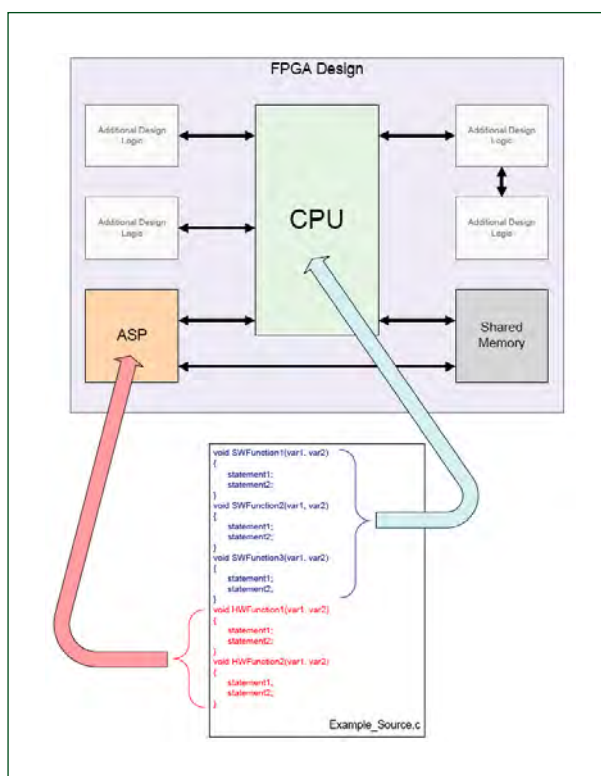

Figure 3. Les fonctions C dont la vitesse d'exécution est critique sont implantées dans le matériel, le reste tourne sur le processeur.
2. Quand il s'agit d'accélérer un système à processeur, la conversion en matériel s'opère à partir des fonctions logicielles choisies en code C, qui pourront être appelées par le programme enfoui, lequel s'exécute alors sur le processeur FPGA intégré. Pour réaliser une multiplication de la vitesse du matériel au profit de fonctions dont le temps d'exécution est critique, l'outil utilise le compilateur du C au matériel en relation avec le logiciel compilé enfoui (**figure 3**).